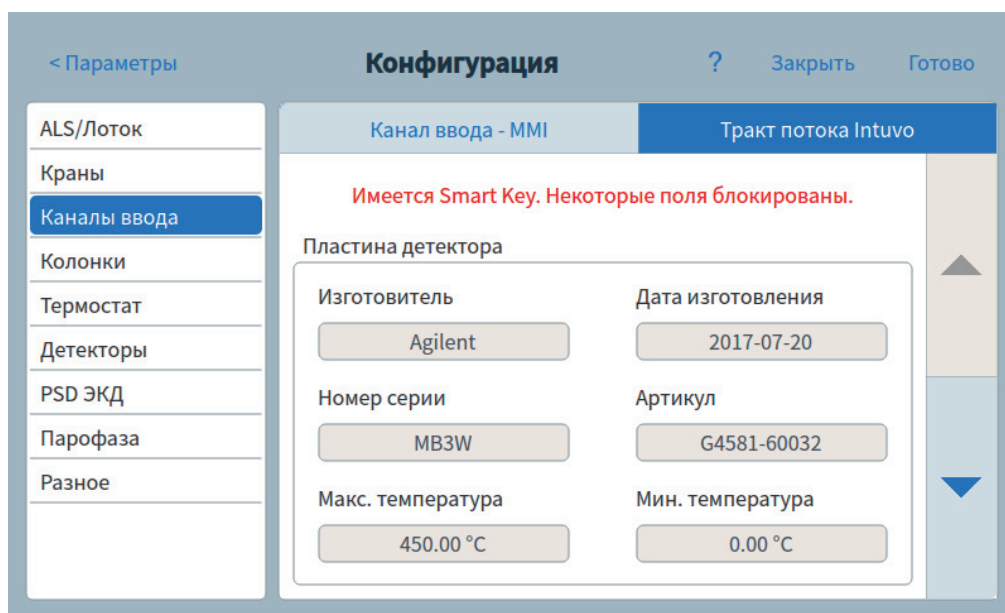

Рис. 57 Страница тракта потока Intuvo
- 7 Выберите вкладку **Тракт потока Intuvo**. Откроется страница тракта потока Intuvo. См. Рис. 57.